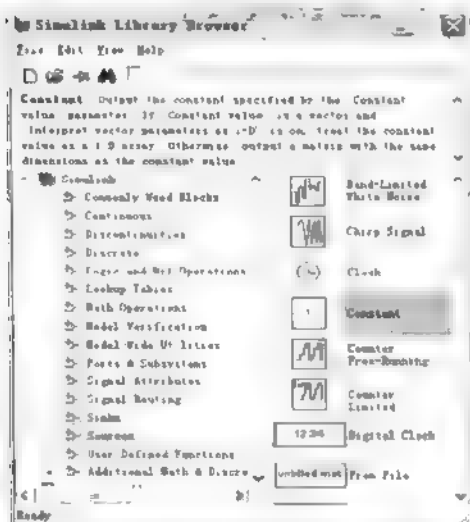
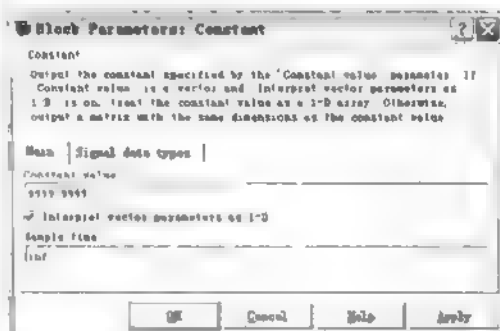

图 2.1 资源模块库
图 2.2 常数模块对话框
(1) 新建一个模型窗口，并命名为 model02to01.mdl。
(2) 选择 Sources 中的 Constant 模块库，如图 2.1 所示，并将其拖动到模型窗口，双击此模块，并设置 Constant value 文本框中的值为 9999.9999，如图 2.2 所示，由于常数